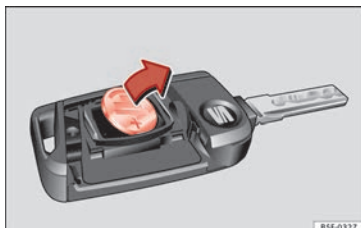

Fig. 134 Llave del vehículo: extracción de la pila.
- Extraiga la pila del compartimento con un objeto fino adecuado » **fig. 134.**
- Coloque la pila nueva tal como se muestra » **fig. 134** y presiónela en el compartimento para la pila en sentido contrario a la flecha » **!**